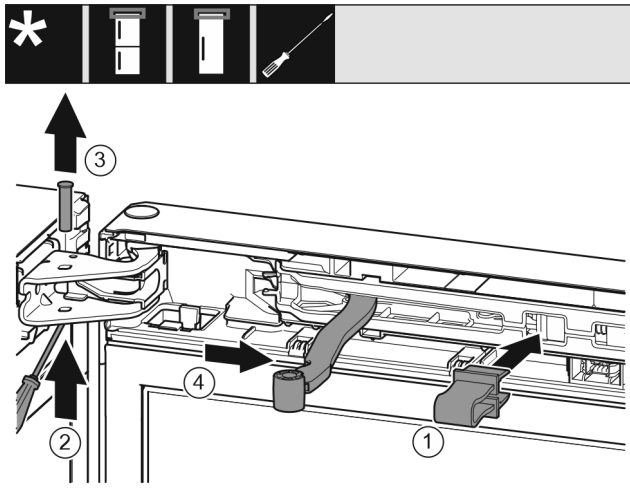

Fig. 8
- Nofiksējiet aizturi atverē. Fig. 8 (1)
- Izstumiet tapu ar skrūvgriezi. Fig. 8 (2)
- Izņemiet ārā tapu uz augšu. Fig. 8 (3)
- Pagrieziet šarnīru durvju virzienā. Fig. 8 (4)